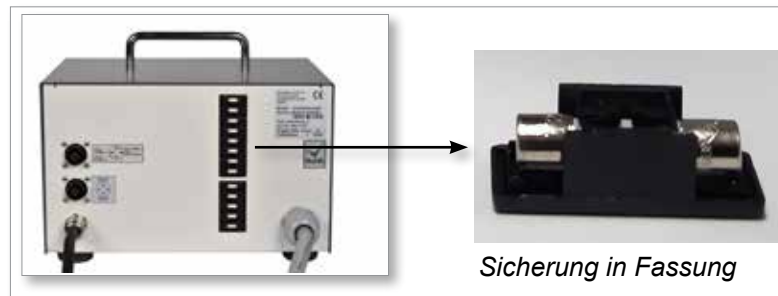

Abbildung 7-2 Sicherungsbank – kompakte SVG-Steuerung
2. Ziehen Sie die Sicherungsfassung von Hand heraus. Siehe Abbildung 7-2.